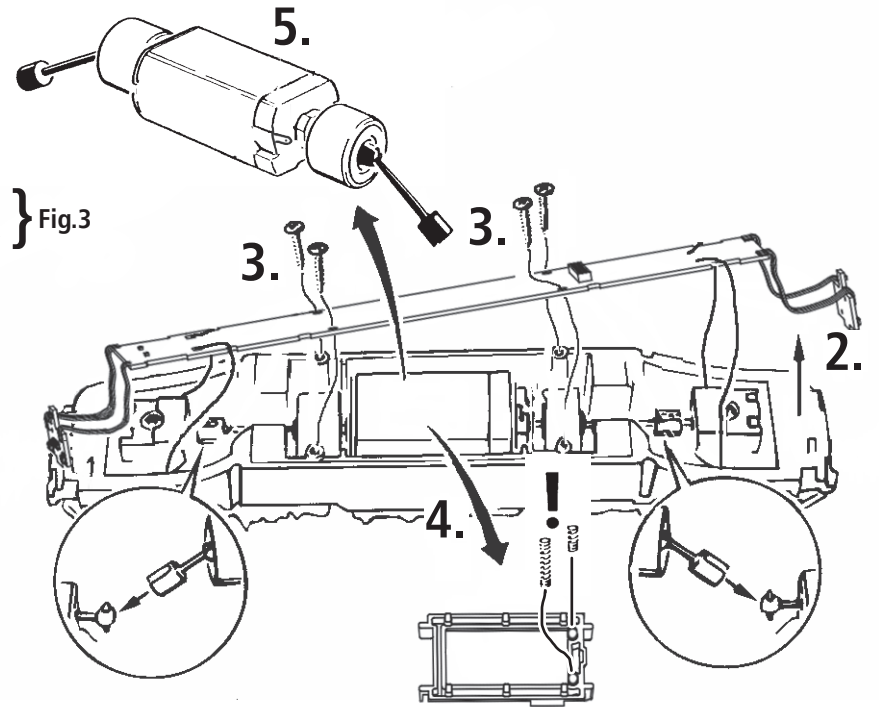

Fig. 9
4. Motorwechsel: Lokgehäuse abnehmen (Fig. 3). Danach wird der Motor ausgebaut und ausgetauscht (Fig. 9).
4. Motor Changing: First remove loco body (fig. 3), and then the motor (fig. 9).
4. Remplacement du moteur: Démontez la caisse (fig. 3). Démontez ensuite le moteur (fig. 9).